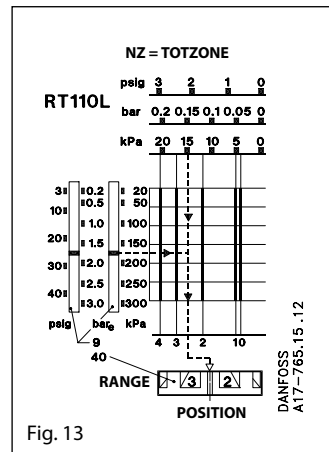

Fig. 13
Das Intervall zwischen den Schaltwerten der Kontakte. Stellglied ist dabei in Ruhe (siehe Abb. 13).
Der Bereich wird mit dem Einstellknopf (5) Abb. 8 unter gleichzeitigem Ablesen der Hauptskala (9) eingestellt. Der eingestellte Druck ist der Ausschaltdruck für den Kontakt 1-4 (siehe Abb. 13).
Die gewünschte neutrale Zone wird im Diagramm für das betreffende Gerät aufgesucht. An der unteren Skala des Diagramms kann dann abgelesen werden, auf welche Position die Neutralzonenrolle (40) eingestellt werden muß. Die Funktion geht aus Abb. 13 hervor.